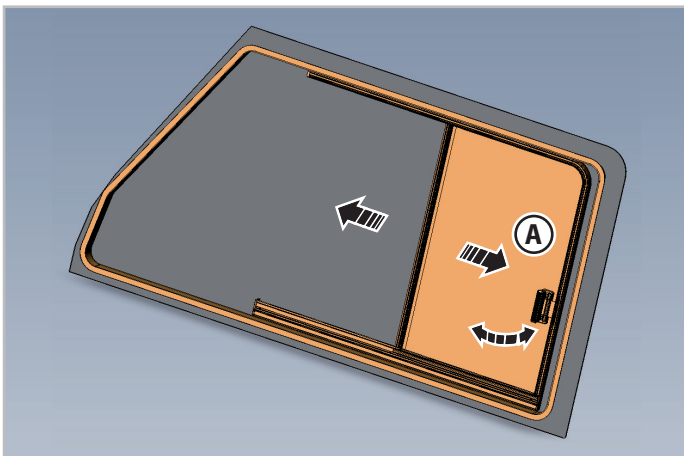

Fig.3.2 - Skydevindue i passagersiden
1. Tryk på kroen på det bageste håndtag (**A** - Fig.3.2), og gør den fri af låsemekanismen for at låse vinduet op.
2. Træk i håndtaget (**A** - Fig.3.2) for at bringe vinduet frem til den ønskede position.
1. Træk i håndtaget (**A** - Fig.3.2) for at bringe vinduet tilbage til den lukkede position, indtil håndtaget er helt fastgjort til låsemekanismen.